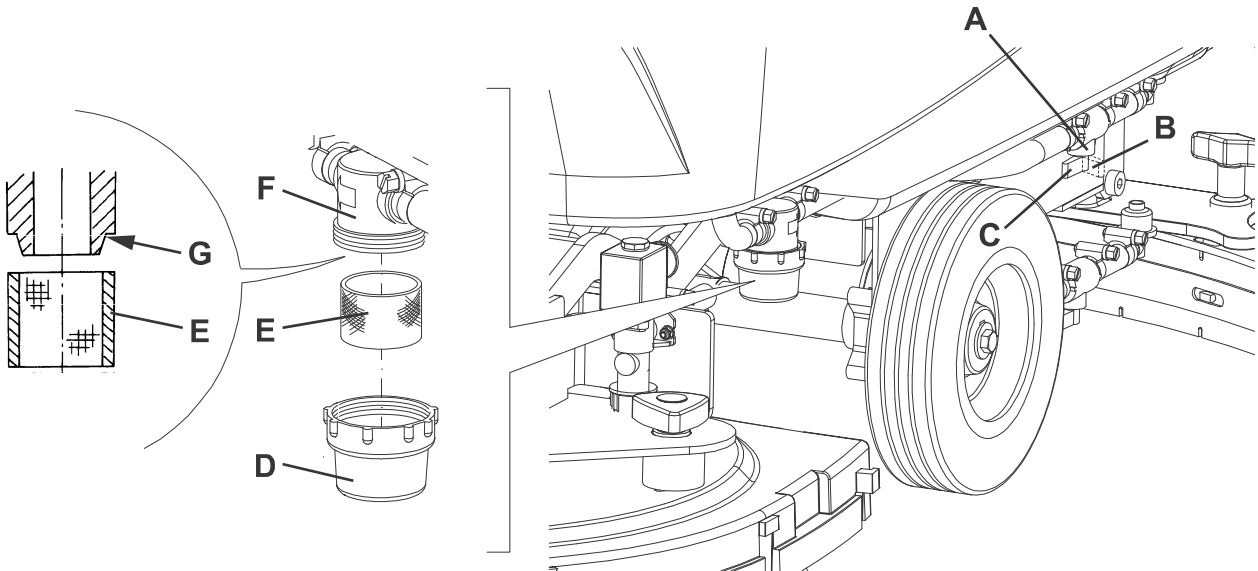

Abbildung 7
3. Das Reinigungslösungsventil (A, Abb. 7) schließen. Das Ventil befindet sich unter dem Gerät hinter dem linken Hinterrad. Das Ventil (A) ist geschlossen, wenn es sich gegenüber der Leitung in Stellung (B) befindet. In Stellung (C) ist es geöffnet.
4. Durchsichtigen Deckel (D) abnehmen und Siebfilter (E) entfernen. Es reinigen und in den Halter (F) anbringen.